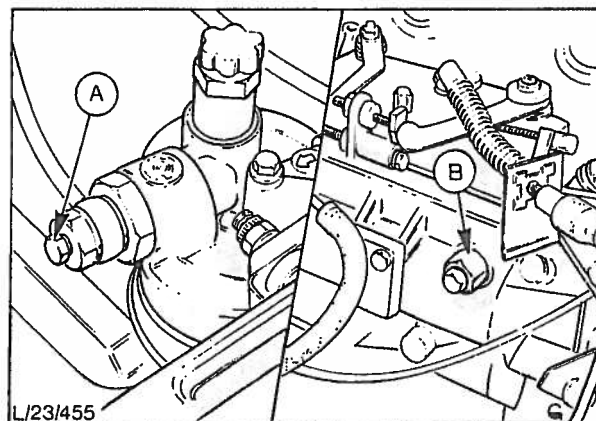

Fig. 57 Utluftningspunkter på innsprøytnings-system.
8. Luft filteret (se A i fig. 57). Se operasjon 23 142.
5. Luft innsprøytningssystemet, fig. 57. Se operasjon 23 142.